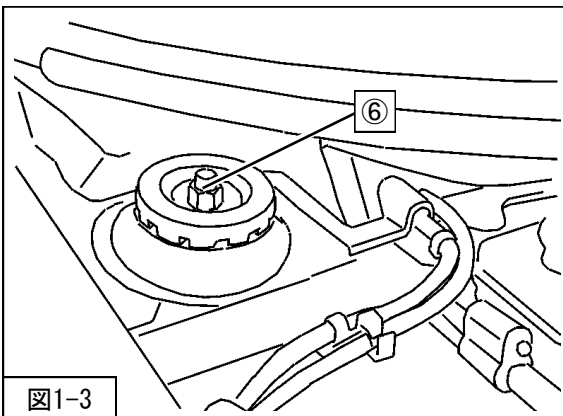

図1-3
5. ⑥フロントサスペンションASSYアッパー取付ナットを取外してください。(図1-3)